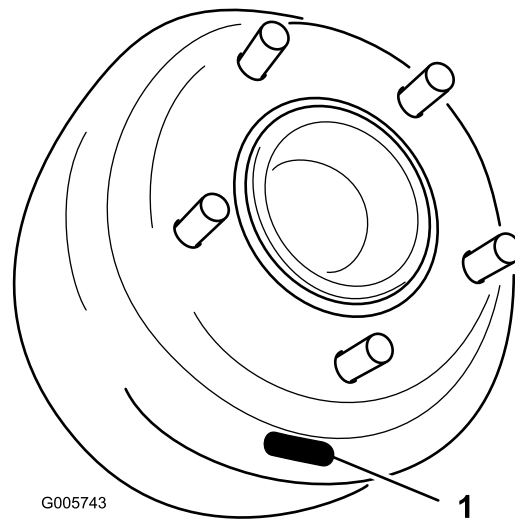
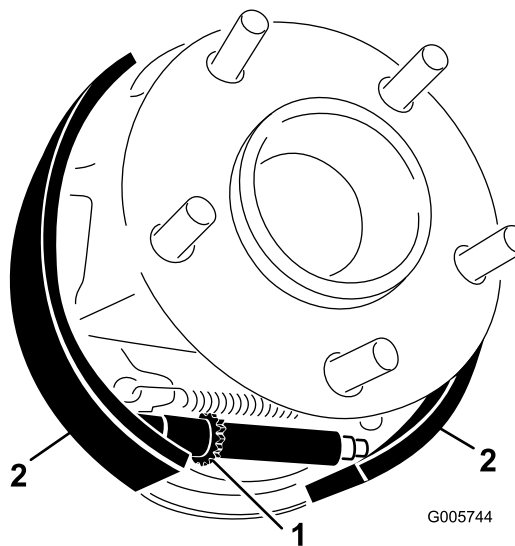

Bild 61
Bild 62
5. Nehmen Sie die Radmuttern ab und schieben Sie Rad und Reifen von den Zapfen. Drehen Sie die Bremstrommel, bis der Einstellungsschlitz unten und mittig über der Sternmutter liegt, mit der die Bremsschuhe eingestellt werden (Bild 61).
6. Drehen Sie die Sternmutter (Bild 61) mit einem Bremseinstellwerkzeug oder einem Schraubenzieher nach unten, bis die Bremstrommel (Bild 62) aufgrund des Drucks der Bremsschuhe (Bild 62) nach außen einrastet.